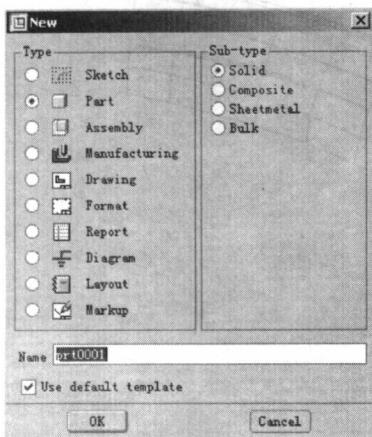

图 1-6
- (1) 单击系统工具栏上的新建文件图标 ，在出现的 New 对话框中，保持默认的参数，如图 1-6 所示。